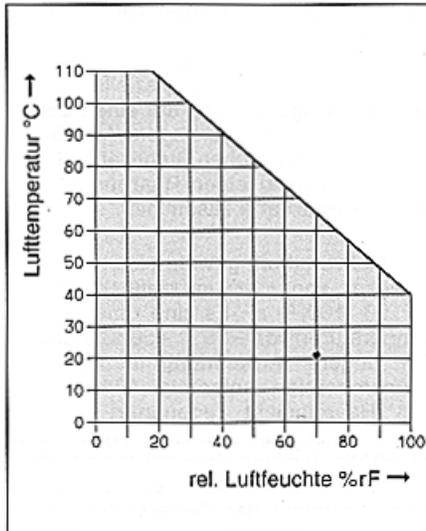

Abb. 8: Maximale Temperatur und Feuchte bei einem Kunststoff-Meßelement
Das Kunststoffmeßelement ist wasserbeständig und unempfindlich gegen trockenen Schmutz, Staub, Flusen und ähnlichen Verschmutzungen. Der Meß-/Arbeitsbereich liegt bei (0)30...100 % rF., ist aber von der Umgebungstemperatur abhängig (siehe Abb. 8). Dabei beträgt die Meßgenauigkeit $\pm 2 - 3$ %.